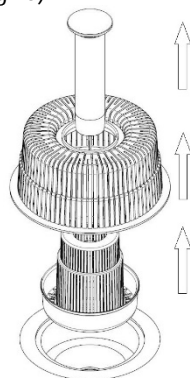

Fig.25
- 2- Supprimez manuellement le débordement et les filtres. (Fig.25)